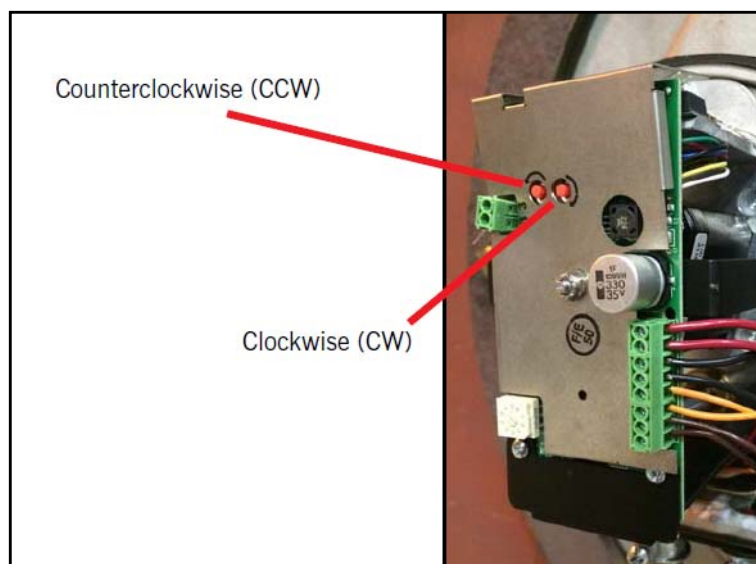

Figura 3-8. Pulsadores manuales de los actuadores
El actuador puede moverse en sentido horario o antihorario al presionar uno de los dos botones rojos ubicados en el actuador (Figura 3-8). Un botón rojo mueve el eje del actuador en el sentido horario, y el otro mueve el eje del actuador en sentido antihorario. El servo se detendrá automáticamente cuando llegue al final de su recorrido.
**La rotación del eje del actuador en sentido horario o antihorario se deduce de la perspectiva de visión que se muestra en la Figura 3-8.**